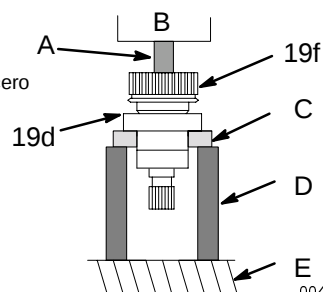

Fig. 15
4. *Utilizando una prensa hidráulica,* coloque el apilamiento de bloques de acero en la cara interna del cojinete grande (19d) y apriete el eje a través del cubo y del cojinete. Vea la Fig. 15.